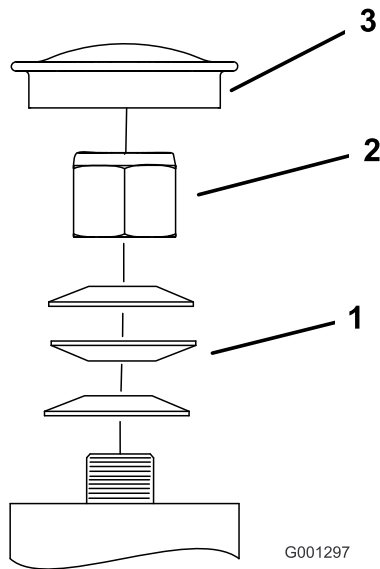

Figure 59
3. Retirez le capuchon antipoussière de la roue pivotante et serrez le contre-écrou (Figure 59).
4. Continuez de serrer le contre-écrou jusqu'à ce que les rondelles élastiques soient aplaties, puis desserrez-le de 1/4 de tour pour obtenir la précharge correcte des roulements (Figure 59).
Important: Veillez à placer les rondelles élastiques comme montré à la Figure 59.
5. Remettez le capuchon antipoussière en place (Figure 59).